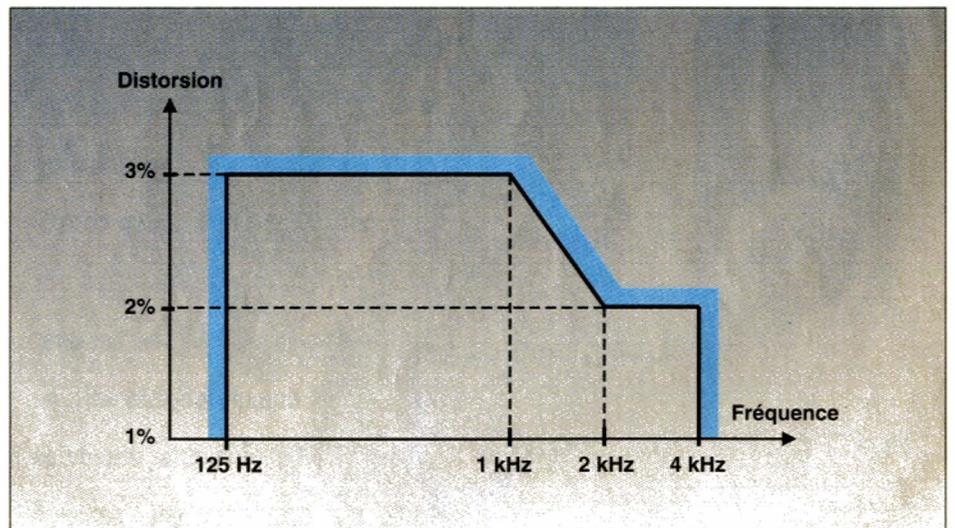

Figure 2 : Pour répondre aux normes NF Hi-Fi, la distorsion harmonique totale d'une enceinte acoustique doit prendre place à l'intérieur du gabarit ci-dessus.
• la distorsion harmonique totale pour une pression acoustique de 1 pascal à 1 mètre (1 Pa = 94 dB, avec 0 dB =  $2 \cdot 10^{-5}$  Pa) doit demeurer à l'intérieur du gabarit de la figure 2.